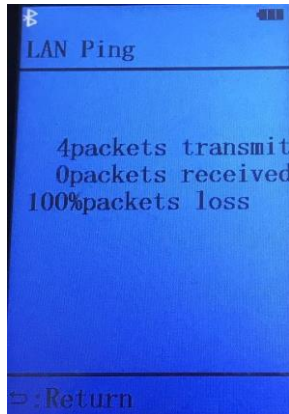

Рис. 4.1.5-2 На
Во вторичном меню теста xDSL выберите значок «LAN» и нажмите кнопку «ОК», чтобы войти в интерфейс теста LAN Ping. Как показано на Рис. 4.1.5-1:
**Пинг локальной сети:** Используйте клавишу «2» или «8», чтобы выбрать URL-адрес, нажмите клавишу «OK», если отображается «Тестирование, подождите», через 8 секунд появится результат. Как показано на Рис. 4.1.5-2: